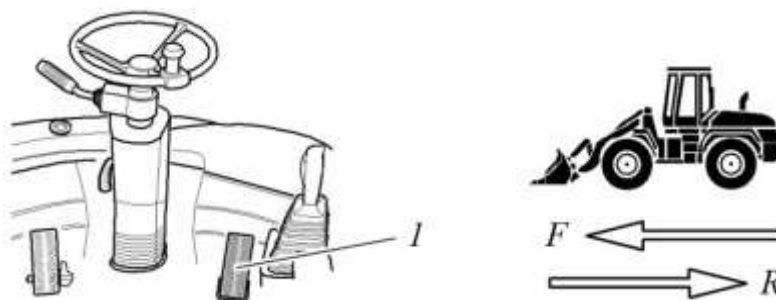

Рисунок 3. 53 Трогание с места
- ▶ Включить нейтральную передачу одновременно нажав две кнопки (поз. 1 и 2, рис. 3. 54) на тыльной стороне рукоятки джойстика;
- ▶ Кнопками (рис. 3. 54) выбрать необходимый режим движения. **(менять режимы во время движения машины категорически запрещено).**